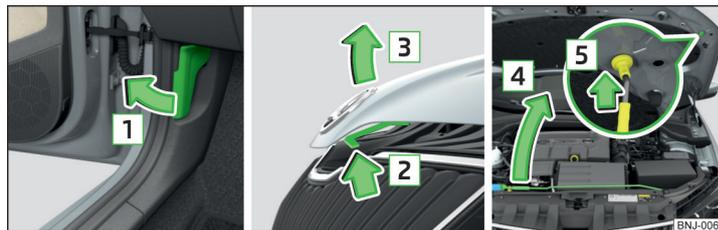

Fig. 165 Abrir el capó
- Tire de la palanca de desbloqueo ubicada debajo del tablero de instrumentos en el sentido de la flecha 1 » fig. 165.
No levante nunca el capó con la palanca de desbloqueo » fig. 165.